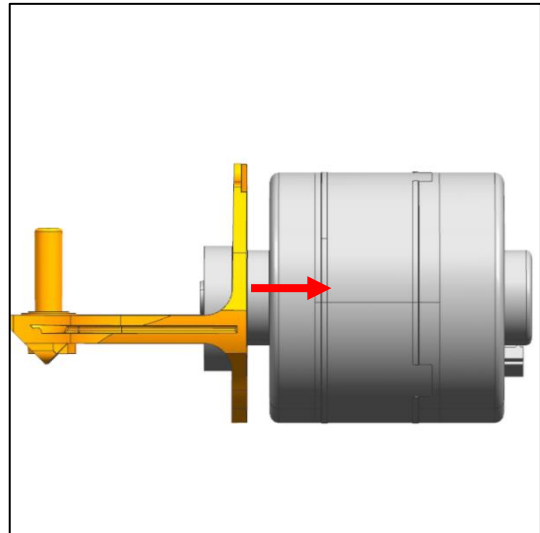

Abb. 28
- b) Schieben Sie den Motorhalter (Abb. 28) gegen den Motorflansch.